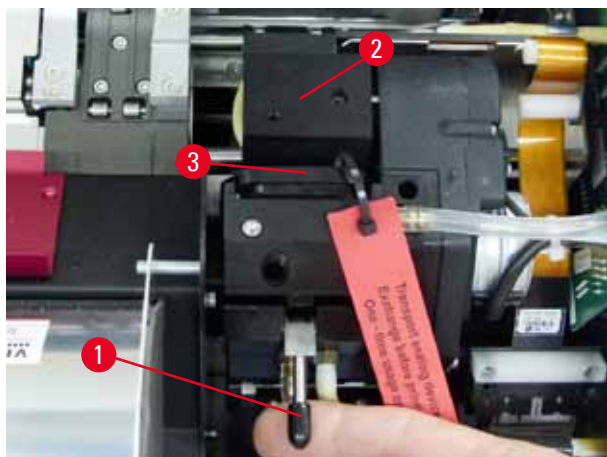

Fig. 30
4. La tête d'impression (→ "Fig. 30-2") s'élève jusqu'à env. 1 cm du joint à lèvres (→ "Fig. 30").